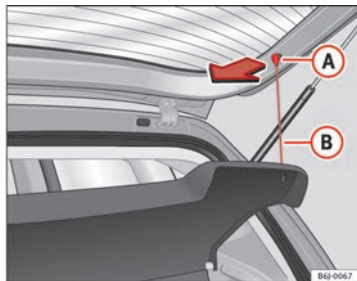

Fig. 89 Bandeja portaobjetos
- Desenganche los tirantes ⇒ fig. 89 **B** de los alojamientos **A**